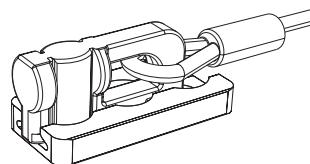

Рис.6
- È possibile sospendere le TOURING tramite appositi ganci per mezzo del sistema di aggancio rapido "fly track" (fig.6)
- Системы серии TOURING могут быть подвешены за встроенные крепления при помощи крюков "fly track" (рис.6)